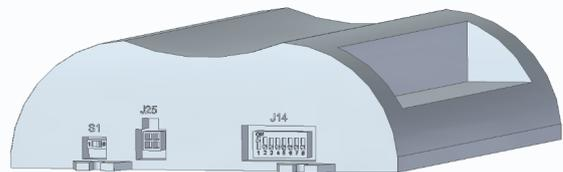

Figure 11- Emplacement des commutateurs S1 et J14
- a. Positionner comme suit les commutateurs S1 et J14 du module de commande (figure 11) :